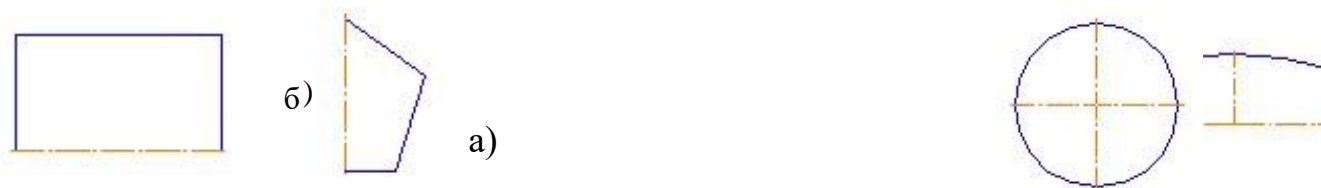

Рис. 3.
56. Какие из геометрических фигур, представленных на рис. 3, нельзя отредактировать в системе КОМПАС-ГРАФИК 9.0 при помощи команды Симметрия?